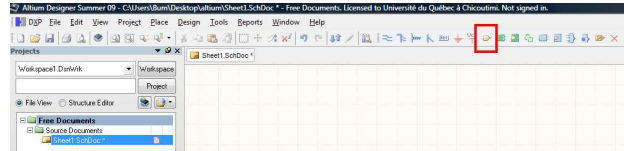

Figure 6.
3. Finalement, il est aussi possible de cliquer sur la porte logique en haut tel que montré à la figure 6.